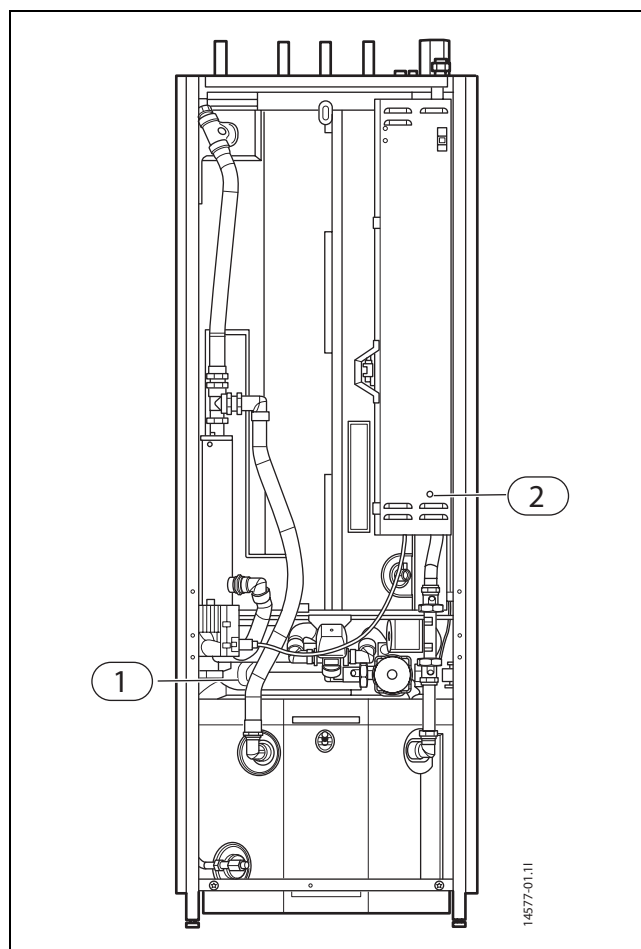

Bild 33 Kombimodul PremiumLine 200-300 AW
- ▶ Kontrollera säkerhetsventilen två gånger per år genom att trycka ner vipparmen (→ 1, Bild 33).
- ▶ Återställ överhettningsskyddet genom att trycka in knappen 2 (→ Bild 33) hårt.